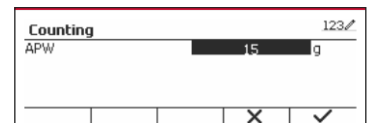

Figure 44
- Appuyez sur le bouton multifonction correspondant à l'icône ✓ pour modifier la valeur du poids moyen unitaire à l'aide du pavé alphanumérique. (Voir Figure 44)